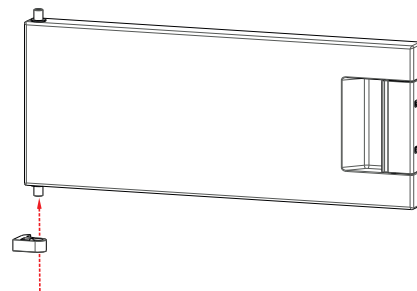

Abb. 7
- ▶ Drehen Sie nun die Gefrierfachtür um 180°. Setzen Sie das Gefrierfachscharnier auf den linken Zapfen (Abb. 7).